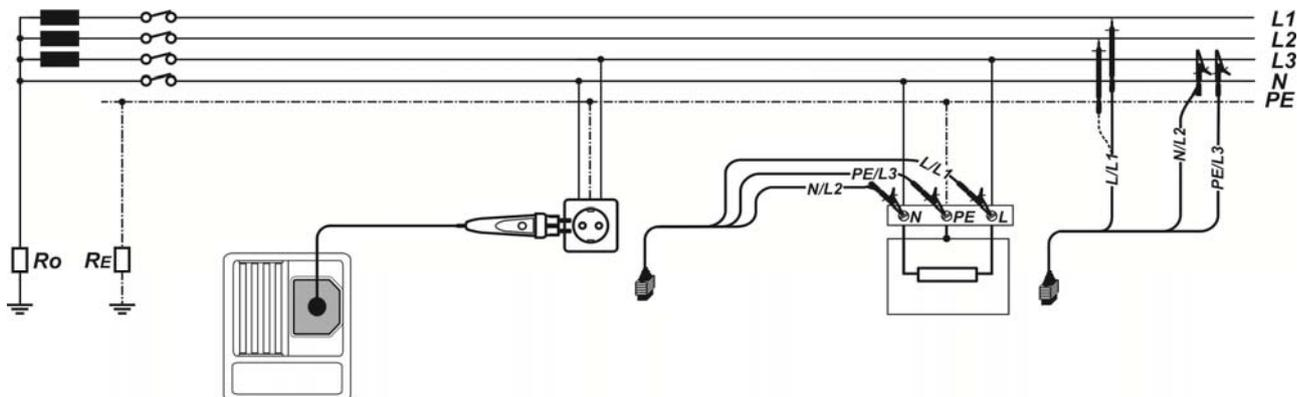

Abbildung 5.28: Leitungsimpedanzmessung Phase-Neutraleiter oder Phase-Phase – Anschluss des Commander-Prüfsteckers und der Dreileiter-Prüfleitung
- Schließen** Sie die Prüfleitungen an den Prüfling **an** (siehe Abbildung 5.28).